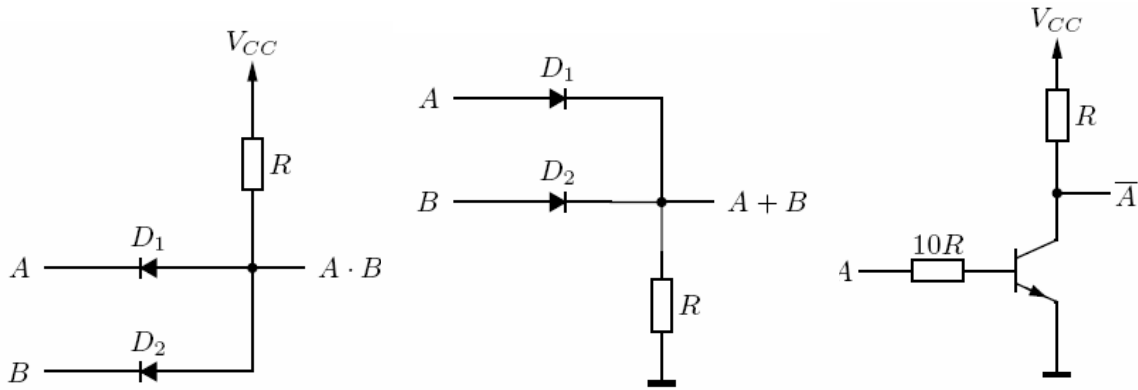

Abbildung 4.1: AND mit Dioden    Abbildung 4.2: OR mit Dioden    4.3: Inverter mit Bipolartransistor
- Logische Arbeit von  $T_1$ , AND (vergleiche Abbildung 4.1).
- Weiterentwicklungen: Schottky-TTL (S), Low Power Schottky (LS), Advanced LP (ALS), ...